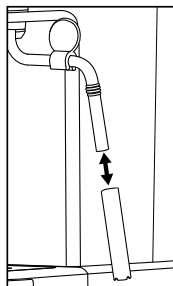

Fig. 3
- 5) Tag mælkeskummersens **8** rør af (se fig. 3), og rengør det omhyggeligt i varmt vand med lidt opvaskemiddel. Brug evt. en lille børste til rengøring af rørets inderside. Skyl derefter røret af med rent vand.